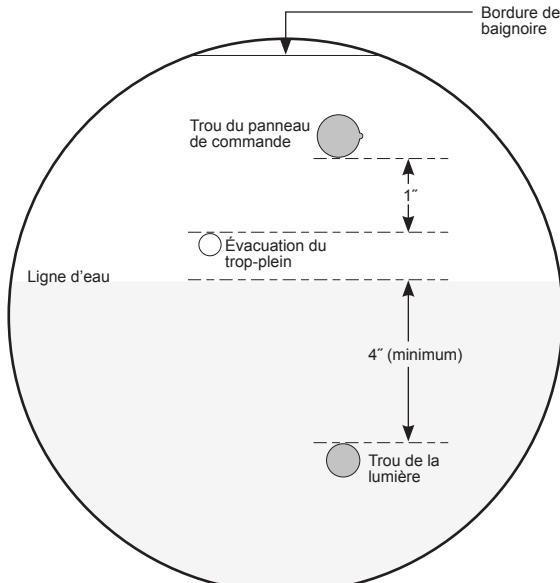

Figure 3 - motif des trous
- 3** Marquez la ligne centrale du motif à deux trous (figure 3). Il est critique que le trou à encoche de 4 mm soit bien situé, sinon, le panneau de commande ne sera pas centré et droit.